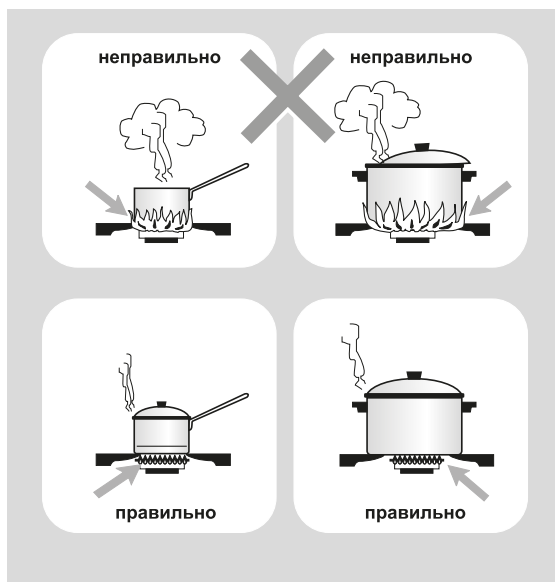

Рис. 6
- Размеры посуды и режим работы горелок нужно выбирать таким образом, чтобы пламя не выходило за ее края и не «лизало» боковые стенки (рис.6).